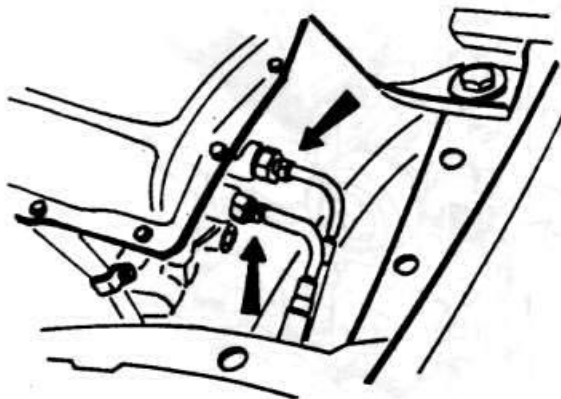

Рис. 3.42
- ♦ Отвинтите от коробки передач трубку, соединяющую ее с масляным охладителем (рис. 3.42). Все открытые отверстия надо немедленно закрыть.